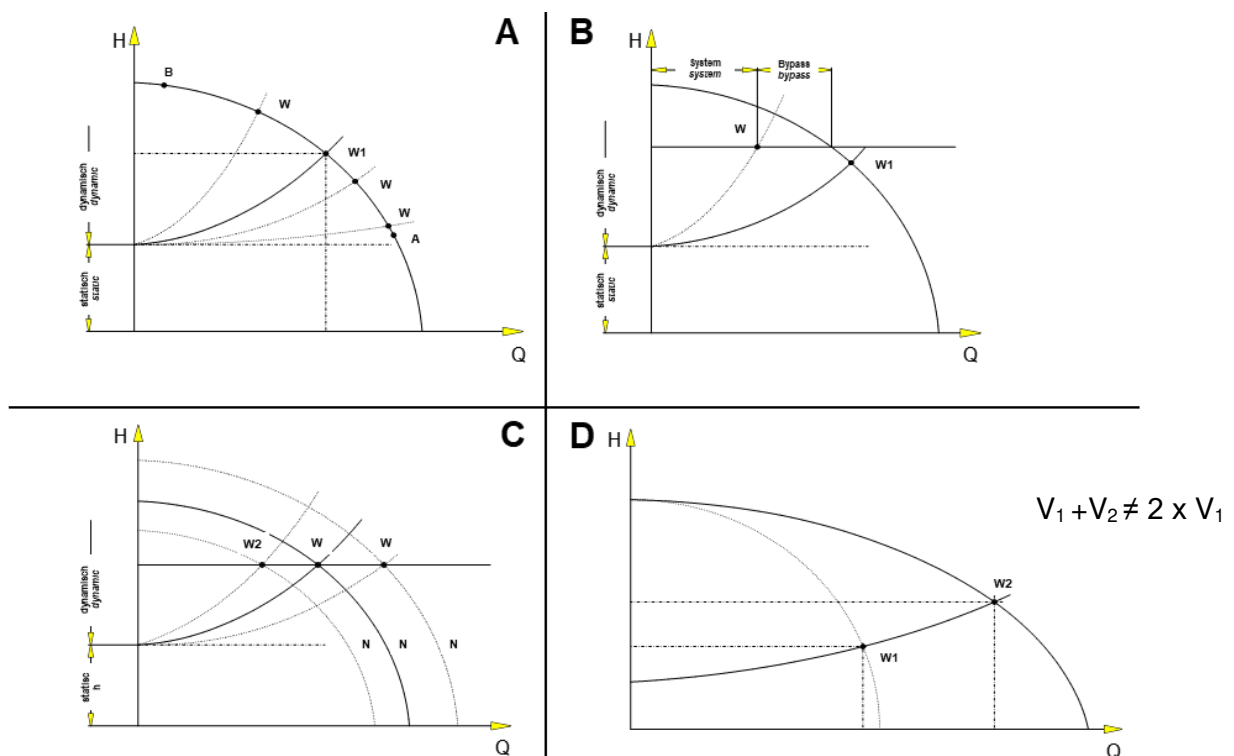

Рисунок 5-2 Состояния установки А – D
На рисунке Рисунок 5-2 представлены различные состояния установки. Высота напора  $H$  применяется здесь в зависимости от холодопроизводительности  $Q$ . Типичное поведение насоса для хладагента показано на рисунке 5-2 А. Различные точки  $W$  соответствуют различным состояниям, которые могут возникать в холодильной установке во время работы.
- Приоткрыть байпасный вентиль Рисунок 5-2 В
- Изменить число оборотов насоса Рисунок 5-2 С
- Включить дополнительный насос Рисунок 5-2 D